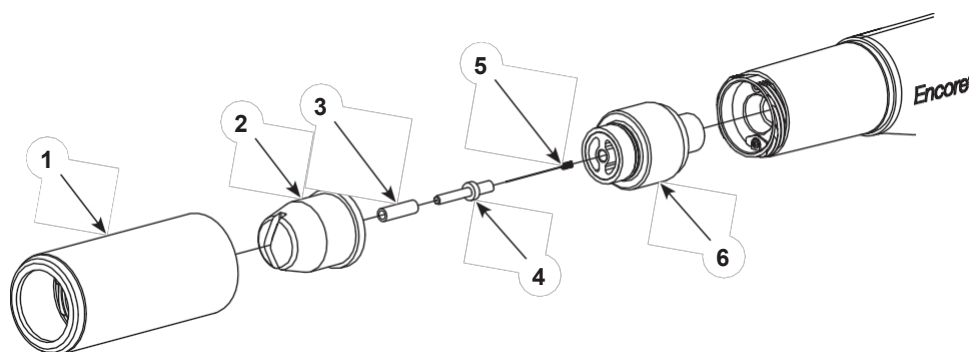

Figura 4-2 Curățarea Duze de pulverizare plate și de colț
1. A se vedea figura 4-2. Deșurubați piulița duzei (1) în sensul invers acelor de ceasornic.
2. Trageți piulița duzei (1) și duza (2) de pe pistolul de pulverizare. Scoateți duza din piuliță și curățați ambele cu aer comprimat de joasă presiune și cârpe curate. Înlocuiți-le dacă sunt uzate sau deteriorate.
4. Inspectați manșonul de uzură (3) și suportul electrodului (4). Dacă oricare dintre acestea este uzat sau deteriorat, înlocuiți-le cu kitul de suport de electrod pentru pulverizare plată.
- a. Deșurubați suportul electrodului și manșonul din ansamblul suport electrod (6).
- a. Instalați noul manșon (3) peste noul suport de electrod (4).
- b. Instalați electrodul (5) în noul suport, apoi înșurubați suportul în ansamblul suport electrod (6).
6. Instalați duza (2) pe suportul electrodului (6), apoi înșurubați piulița duzei (1) pe corpul pistolului de pulverizare în sensul acelor de ceasornic până la strângerea cu degetele.